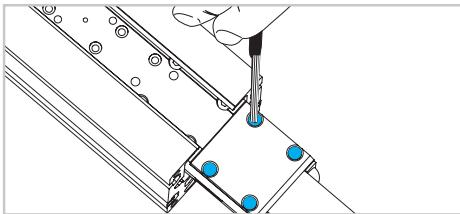

Abb. 13
- 13) Bewegen Sie den inneren Laufwagen zum Ende des Profils, Lösen Sie die Riemenanspannschrauben und ziehen Sie den Riemen heraus (Abb. 13).
- 16) Verschieben des innenliegenden Mitnehmers bis zum Antriebskopf und entfernen Sie die Riemenanspannschrauben (Abb. 13).